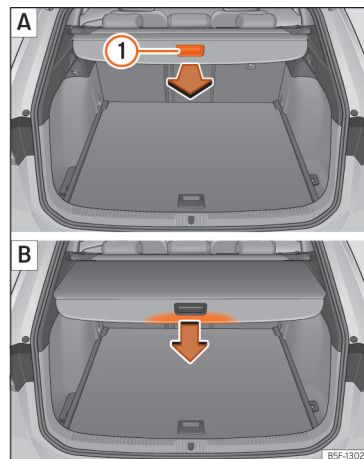

Fig. 178 Al maleter: desenrotllar i enrotllar la safata.
- Estireu uniformement de la safata pel agafador »» fig. 178 ① cap enrere i traieu-la fins al límit fins que encaixi de forma audible.
- Premeu sobre l'agafador de la safata en el sentit de la fletxa fins que quedi desbloquejada »» fig. 178 B.